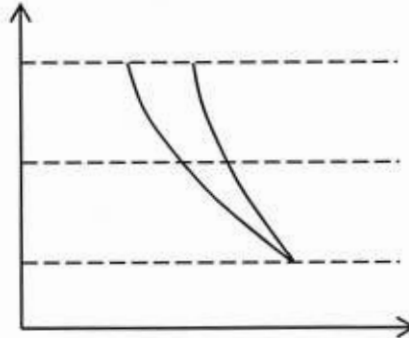

Figure 6
26- On donne en **Figure 6**, le tracé à partir d'un point 1 du diagramme de Clapeyron, deux évolutions : l'une isotherme, l'autre isentropique. Reprenez sur votre copie ce diagramme en identifiant le tracé de l'évolution isentropique et de l'évolution isotherme. On justifiera la réponse en démontrant une relation entre la pente d'une isotherme et la pente d'une isentropique.
- 27- Toujours à partir de la **Figure 6**, tracer un nouveau diagramme de Clapeyron en y faisant figurer la courbe représentative de l'évolution de 1 → 2 relative à la configuration compression à un étage. Sur le même graphe représenter les trois évolutions 1 → 1a, 1a → 1b et 1b → 2a relatives à la configuration compression à deux étages.